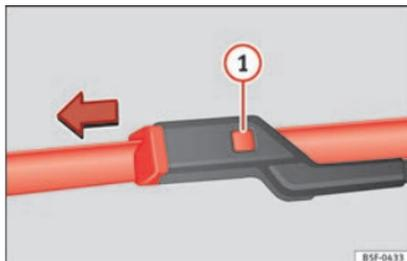

Fig. 80 Cambio de las escobillas del limpiaparabrisas.
• Mantenga presionada la tecla de desbloqueo » fig. 80 ❶ tirando ligeramente de la escobilla en el sentido de la flecha.